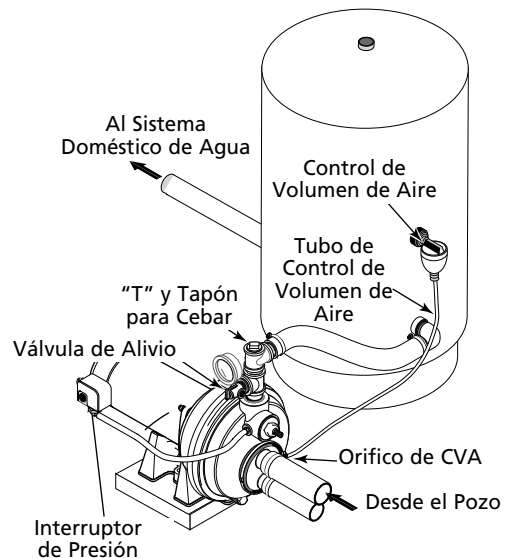

Figura 11 – Conexiones para Tanque Estándar
CONEXIÓN PARA TANQUE ESTÁNDAR (Figura 11)
4. Retire el tapón de la tubería de 1/8" de NPT del orificio del Control de Volumen de Aire (CVA) de la bomba (Vea Figura 11). Instale una tubería desde el orificio de CVA de la bomba hacia el orificio en el CVA montado en el tanque. Vea mayores detalles en las instrucciones incluidas con el tanque y en el CVA.